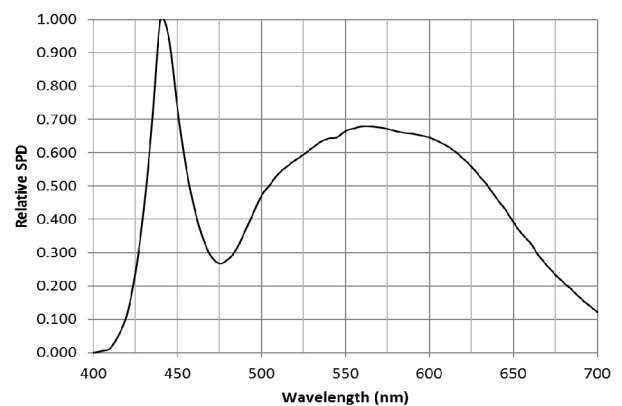

figura 1
1. La fuente de luz escogida para el trabajo son tiras led de blanco frio con temperatura color 6000k de temperatura color[figura 1].